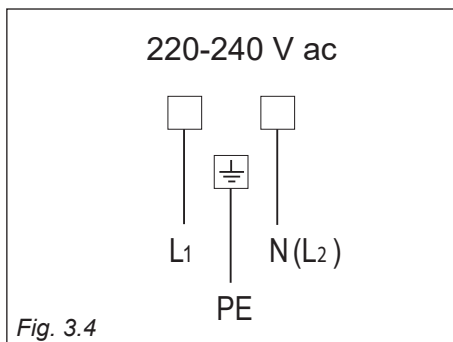

Fig. 3.4
- Il nuovo cavo di alimentazione, di tipo e sezione adeguate, va allacciato alla morsetteria secondo lo schema fig. 3.4.